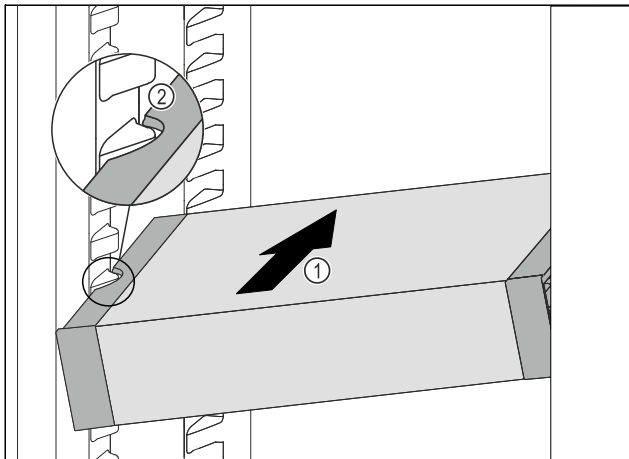

Fig. 115
- ▶ 将 VarioSafe 斜插入冷藏区中 Fig. 115 (1)，直至 VarioSafe 的侧部凹槽 Fig. 115 (2) 与冷藏区中的容器肋梁持平。